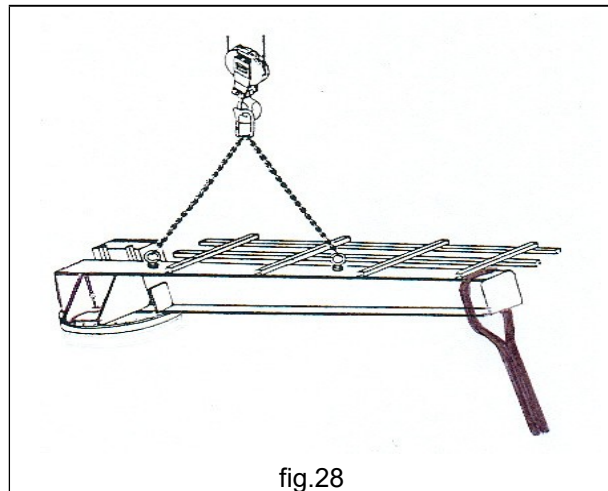

fig.28
3. Evitar oscilaciones y balanceos y, si es necesario, para mantener el equilibrio, usar un cable o una cuerda atados al extremo del brazo. (fig.28)